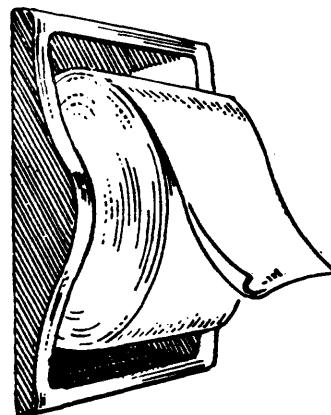

Fig. 2
- papel higiénico - en el soporte de papel higiénico, saliendo la punta de la parte superior del rollo (fig. 2).